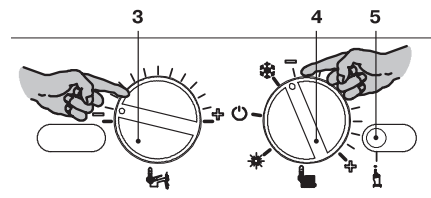
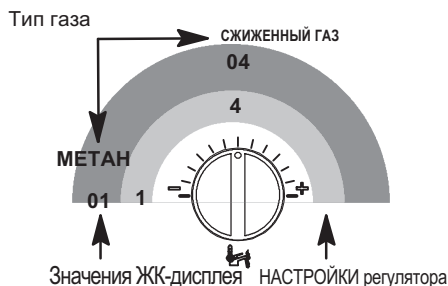
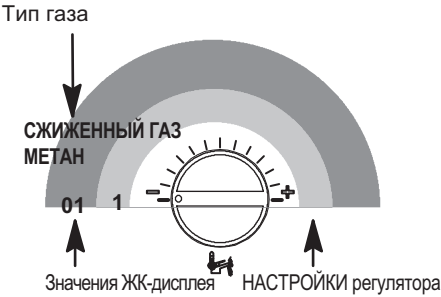

Рисунок 8.2
Рисунок 8.7
Рисунок 8.11
- Чтобы настроить тип газа, войдите в режим программирования, нажав и удерживая в течение 15 секунд кнопку сброса 5 (Рисунок 8.2), пока на ЖК-дисплее не появится параметр P01. На ЖК-дисплее последовательно отобразятся следующие символы (параметр P01 будет загораться поочередно с ---).
- Нажмите кнопку сброса 5 (Рисунок 8.2) и пролистайте параметры до P05, предназначенного для настройки типа газа. На ЖК-дисплее последовательно отобразятся следующие символы (параметр P05 будет загораться поочередно с 01).
Пример: если котел будет питаться сжиженным газом (G30-G31), но настроен на питание метаном (G20), установите регулятор 3 (Рисунок 8.2) так, как показано на следующем рисунке (Рисунок 8.7).
- Нажмите кнопку сброса 5 (Рисунок 8.2) и пролистайте параметры до P06, предназначенного для настройки типа газа (второго уровня). На ЖК-дисплее последовательно отобразятся следующие символы (параметр P06 будет загораться поочередно с 01).
- Чтобы изменить настройку, поверните регулятор температуры в системе горячего водоснабжения 3 (Рисунок 8.2) и установите его в выбранное положение (см. также Рисунок 8.11).